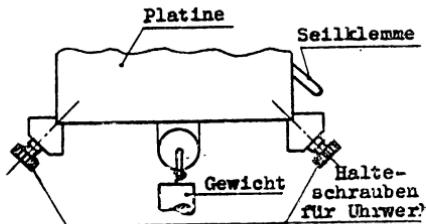

Abb. 3
- 9) Gewichte einhängen und die - nur für den Transport - auf der Seiltrommel befindliche Klemme abnehmen (siehe Abbildung 3). Ebenso wird der Aluminiumbügel, der die rückwärts am Werk befindliche Relaisspule beim Transport festhält, durch Herausschrauben der Holzschraube abgenommen.
- d) Die beiden Schrauben, mit welchen das Uhrwerk am Bock befestigt ist, heraus schrauben (Abb. 3). Vorher Sicherungsmuttern entfernen.